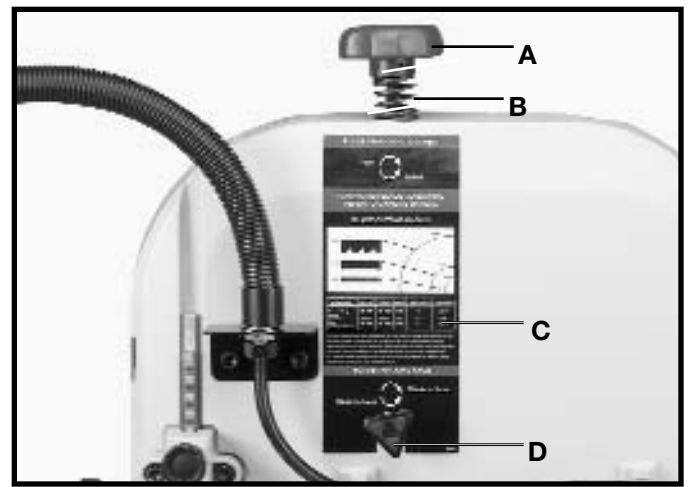

Fig. 19
1. Après l'assemblage de la lame aux deux roues, tourner le bouton de tension (A) fig. 19, en sens horaire jusqu'à ce que le ressort (B) commence à se comprimer.
2. Tourner le bouton de tension (A) fig. 19, 2 1/2 tours supplémentaires pour les lames de 3,2 mm (1/8 po) de largeur, 3 tours pour celles de 6,4 mm (1/4 po) et 4 tours pour les lames de 9,5 mm (3/8 po).
3. Un tableau (C, fig. 19) est situé à l'arrière de la scie à lame ruban. Ce tableau montre la taille de lame et le rayon minimum à couper avec chaque taille de lame.
4. S'il faut un réglage, tourner UN PEU le bouton d'alignement de la lame (D) fig. 19, en sens horaire pour déplacer la lame vers l'arrière, et en sens antihoraire pour déplacer la lame vers l'avant.
- REMARQUE :** tourner le bouton d'alignement de la lame (D) en petits intervalles pour ajuster la lame.